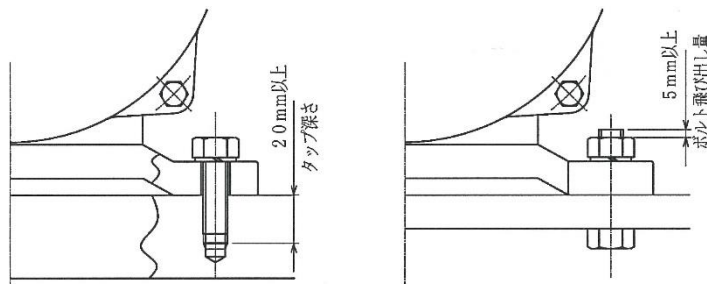

図 3 : 固定方法
- (2) ボルト&ナットで固定する場合は、図3のようにナット側にボルトの先端が5 mm程度出る長さのボルトを使用してください。又、ベース面にタップ穴加工をして取付ける場合、図3のようにタップ深さは20 mm以上必要です。